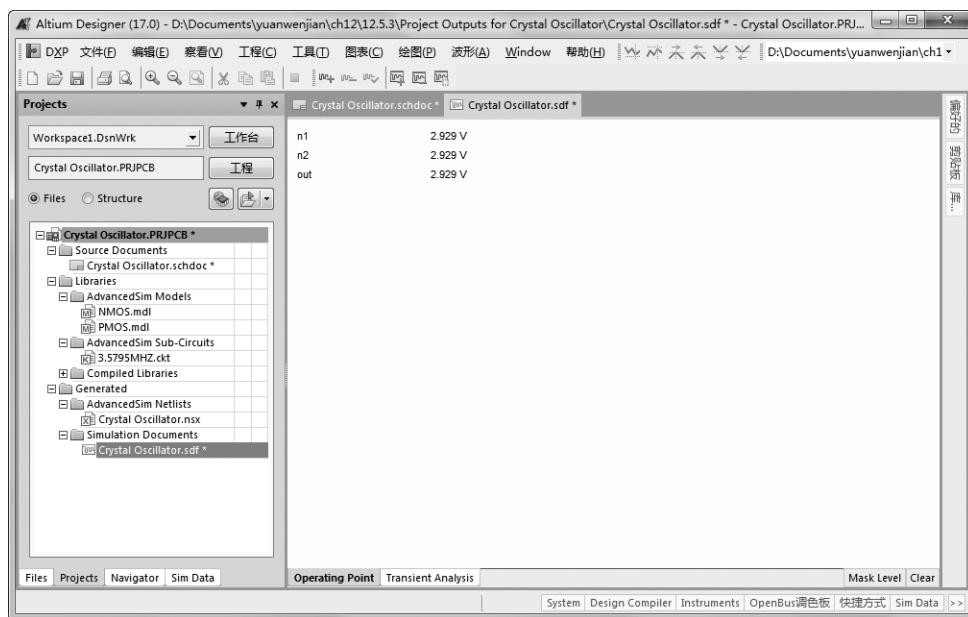

图 12-45 静态工作点分析结果
(2) 单击波形分析器窗口左下方的“Operating Analysis”（静态分析）标签，可以切换到静态工作点分析结果输出窗口，如图 12-45 所示。在该窗口中列出了静态工作点分析得出的节点电压值。